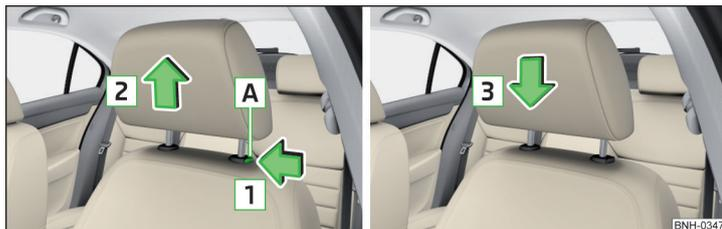

Fig. 72 Extraer / introducir el reposacabezas adelante
- Para **retirar**, mantener la tecla de seguridad **A** en el sentido de la flecha **1** y retirar el reposacabezas en el sentido de la flecha **2** » fig. 72.